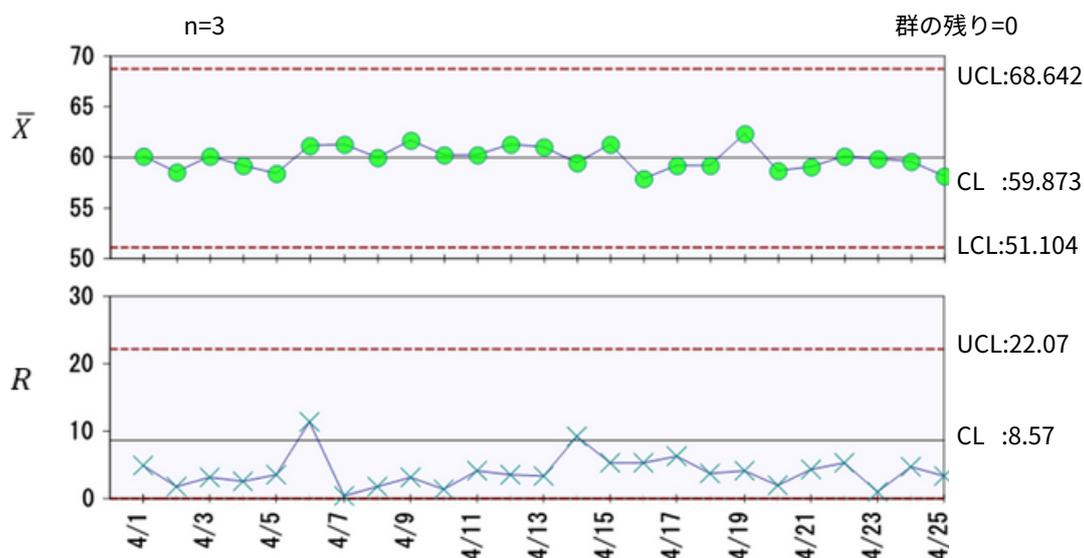

図9.2  $\bar{X} - R$  管理図の異常の例
図9.2の上の図 ( $\bar{X}$  管理図) では、打点の殆どが中心 (CL) 付近に集中するという“クセ”が生じています。異常と判定されます。管理図を知らないと、狙い値通りであり、ばらつきも小さく、良い状態のように思ってしまうのではないのでしょうか。このような状態になってしまう原因は2つほど考えられるのですが、結果的に異常を検知することができなくなってしまうため、見直しをかけなければいけません。